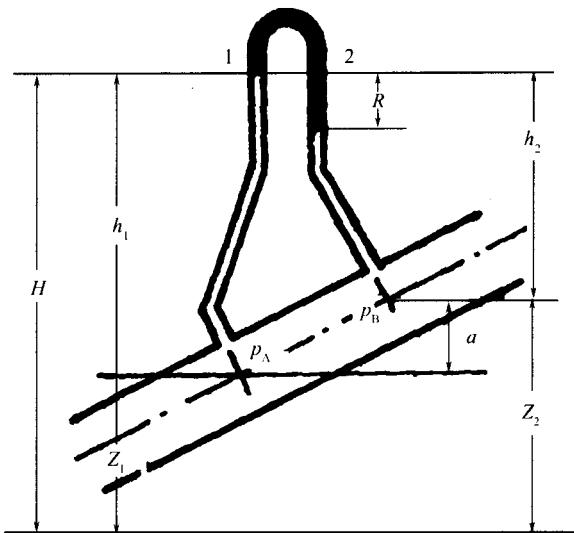

图 1-3
25. 如图 1-3 所示, 在断面 A 和 B 处接一空气压差计, 其读数为 R , 两测压点间垂直距离为 a , 则 A、B 两点间压差为_____。